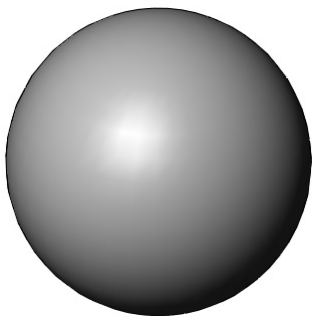

图 6-7 零件实体模型
- [1] 打开初始文件“Z6L2.prt”。零件实体模型如图 6-7 所示。